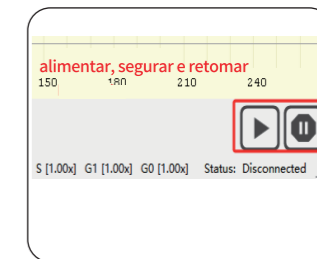

Figura 20 Manutenção e recuperação da alimentação
- Se apenas pretender fazer uma pausa enquanto o laser está a ser executado e continuar a concluir o trabalho inacabado, pode clicar no botão de suspensão de alimentação e retomar, como mostra a Figura 20.